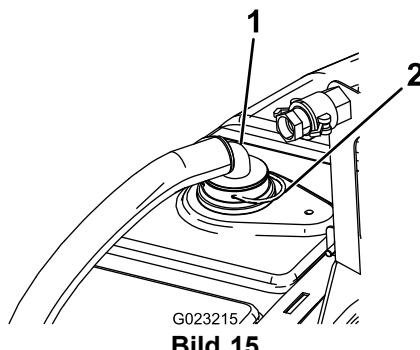

Bild 15
1. Befestigen Sie das Schlauchende mit dem 90°-Anschlussstück mit einem Befestigungsstift am vorher montierten Schott (Bild 15).